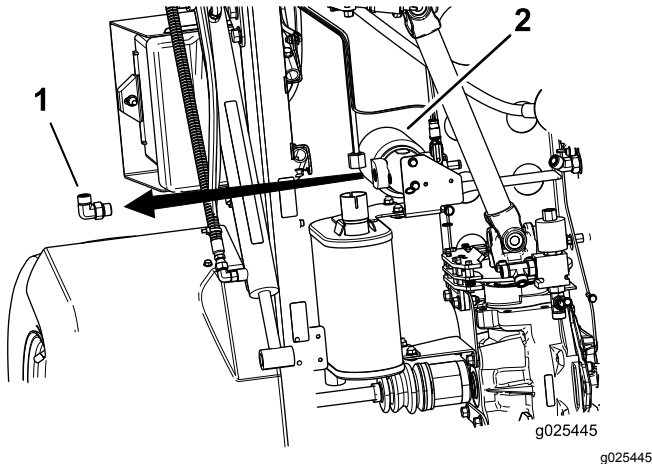

Figura 14
1. Retire el acoplamiento de 90° existente del filtro de fluido hidráulico (Figura 14).